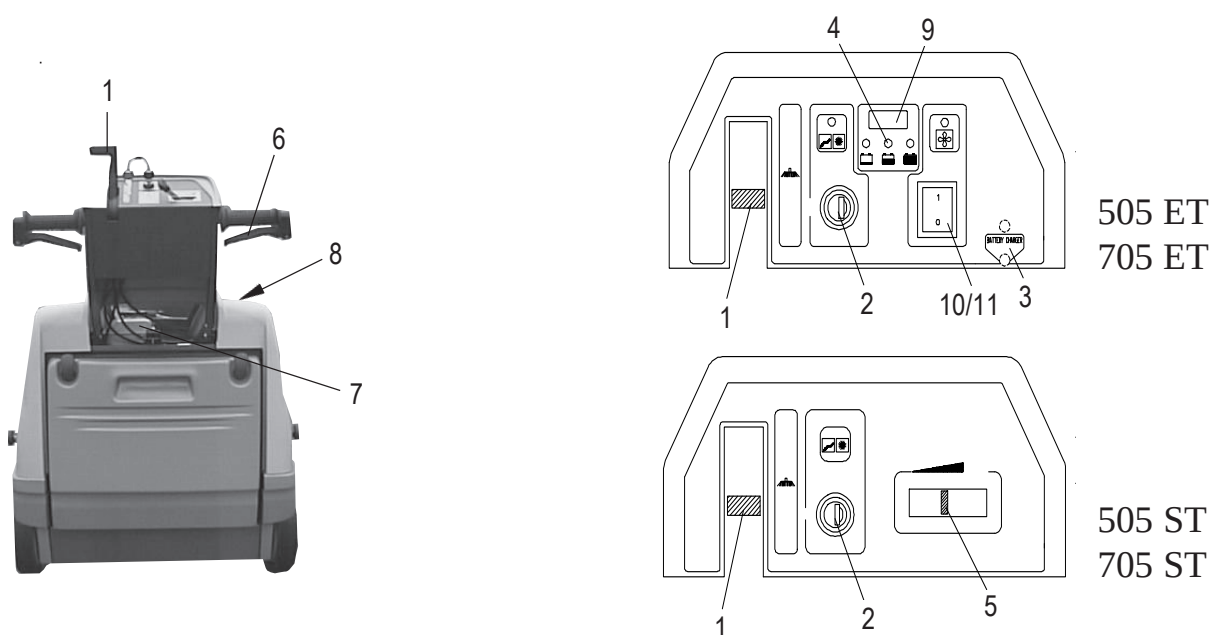

Fig. 3
- Ställ borstspaken (**pos. 1 Fig. 3**) på läget **OFF**.
Kontrollera motoroljenivån. Fyll på bränsletanken med **BLYFRI** bensin. Kontrollera att brytaren **pos. 9 Fig. 5** som sitter på motorn står på **OFF** för aktivering av nyckelbrytaren **pos. 2 Fig. 3** på instrumentbrädan. För ytterligare information angående motorn, se motorns specifika bruksanvisning.
- Kontrollera att sidoborsten **pos. 1 Fig. 3** står på läget **OFF**.
- Ställ nyckelbrytaren **pos. 2 Fig. 3** på läget **ON**. Efter att du vridit om nyckeln, vänta cirka 10" innan du sätter maskinen i rörelse. Kontrollera med hjälp av kontrolllampan **pos. 4 Fig. 3** att batteriet är fulladdat innan du börjar arbetet. Om detta inte är fallet, ladda upp batteriet.
- Dra i manöverspaken **pos. 6 Fig. 3** och börja rengöringen. Vid behov, ställ spaken **pos. 1 Fig. 3** på läget **ON** för att koppla till sidoborsten. Efter avslutat arbete, ställa sidoborsten på läget **OFF** om denna använts. Stäng av maskinen och dra ur nycklarna från instrumentbrädan.
- Ställ gasspaken **pos. 5 Fig. 3** på läget **START**.
- Ställ nyckeln **pos. 2 Fig. 3** på läget **ON**.
- Använd acceleratoren **pos. 5 Fig. 3** för önskat varvtal.
- Efter arbetet, ställ sidoborsten **pos. 1 Fig. 3** på läget **OFF**. Ställ gasspaken på läget **START** och stäng av maskinen genom att ställa nyckelbrytaren **pos. 2 Fig. 3** på läget **OFF**. Stäng besinkranen **pos. 3 Fig. 4**.
- Koppla kontakten **pos. 3 Fig 3** till en batteriladdare med kapacitet **12V 10A**.
Batteriets varaktighet beror på det periodiska underhållet och på urladdningen som uppnås. Ladda inte ur batteriet utöver den gräns som signaleras av kontrollampen **pos. 4 Fig. 3**. Då denna gräns uppnåtts, stannar maskinen upp och måste laddas om för att kunna sättas i funktion på nytt.